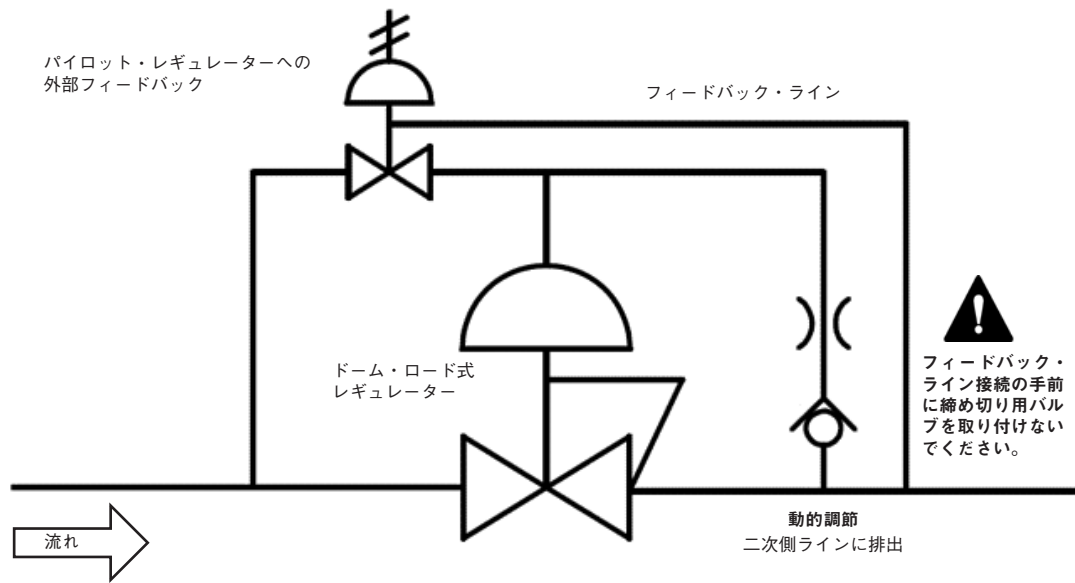

図 3
- **パイロット制御への外部フィードバック**：本セットアップでは、外部フィードバック・ラインをレギュレーターの二次側ラインから一体型パイロット・レギュレーターに接続することができます(図3)。これでさらに正確かつ安定した圧力調節およびドループ性能の向上を実現することが可能になります。外部フィードバック・ラインは、下流配管の乱流のないゾーンに接続し、できるだけ短くするようにしてください。レギュレーターの二次側と外部フィードバック・ライン接続との間の距離は、レギュレーターの応答時間に影響を与えます。この距離は、最短にしてください。